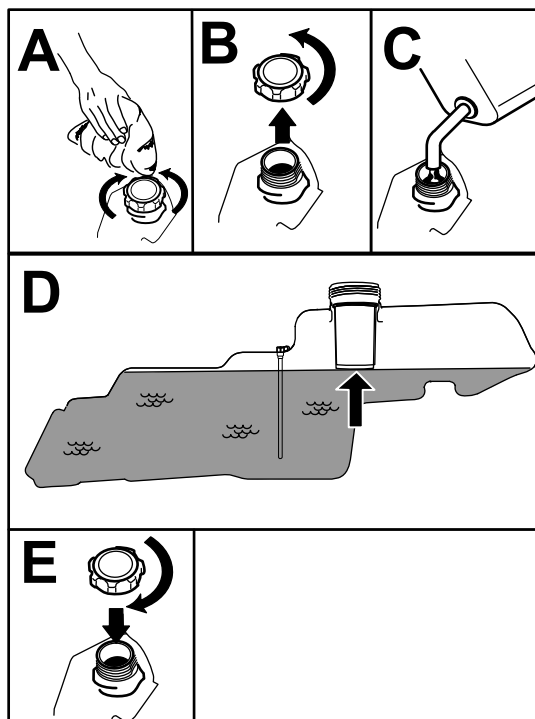

Figura 7
5. Encha o depósito de combustível até à extremidade inferior do tubo de enchimento (Figura 7). Não encha completamente o depósito de combustível.